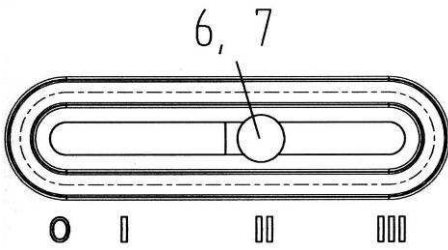

Bild 10
6. Primärluftregler (Bild 10)
7. Sekundärluftregler I (Bild 10)